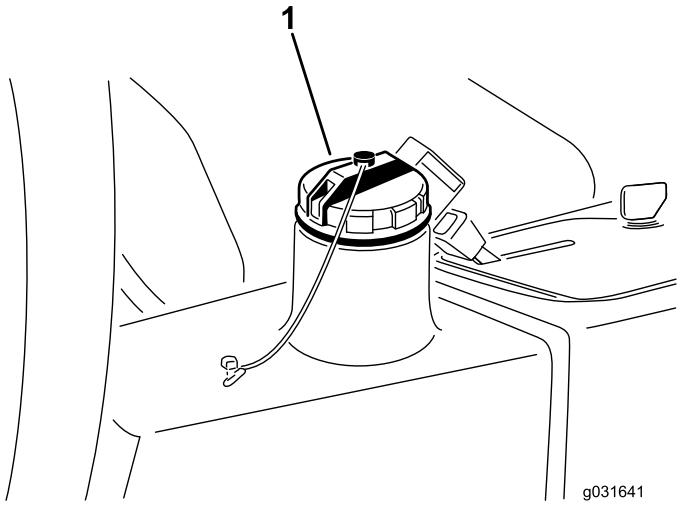

図 64
- 油圧オイルタンクの注油口とキャップの周辺をきれいに拭く図 64。
3. オイルタンクのキャップを取り図 64。